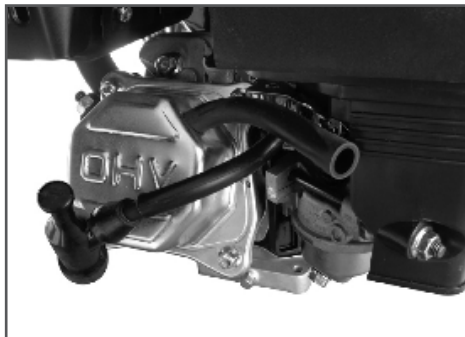

Рис. 7 Трубка сапуна
2. Трубку сапуна (вентиляции картера) снимите со штуцера корпуса воздушного фильтра и выведите её в сторону (см. Рис. 7). Отверстие в штуцере корпуса воздушного фильтра под трубку сапуна необходимо заглушить.